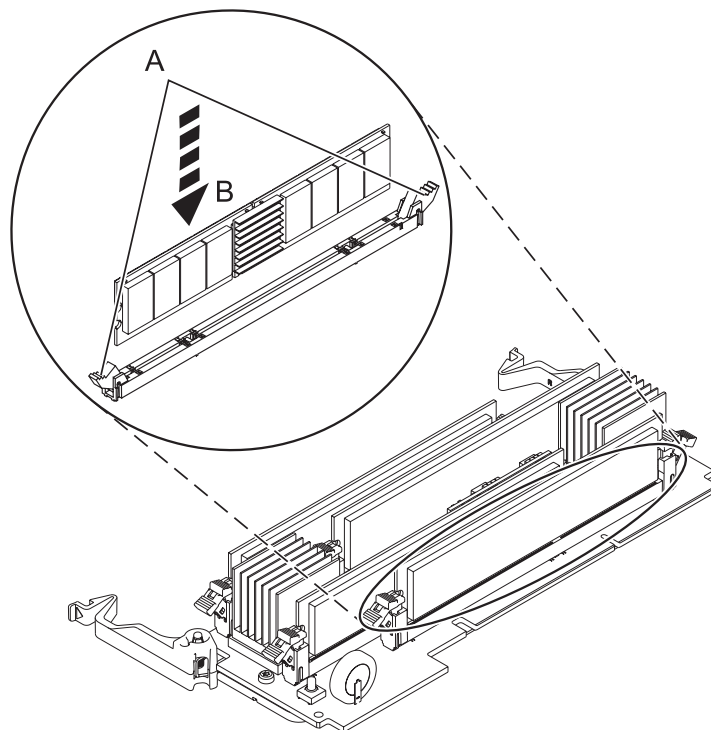

Figure 11. Remise en place d'un module de mémoire
12. Vérifiez que les languettes de verrouillage du connecteur **(A)** sont ouvertes en position déverrouillée, comme indiqué dans la figure 11, à la page 23, avant d'installer un nouveau module de mémoire.